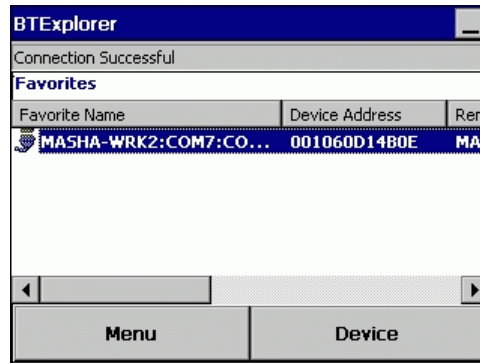

図2-115 New Connection Wizardの [Favorites] 画面
1. [Favorites] 画面 (図2-115) で、[Device] → [Settings] → [Services] を選択します。
BTExplorerを起動して、[Favorites] 画面を表示します (図2-115参照)。
[Favorites] 画面 (図2-115参照) で、[Device] → [Settings] → [Device Info] を選択します。
[Favorites] 画面 (図2-115参照) で、[Device] → [Settings] → [Security] を選択します。
[Favorites] 画面 (図2-115参照) で、[Device] → [Settings] → [Discovery] を選択します。
[Favorites] 画面 (図2-115) で、[Device] → [Settings] → [Virtual COM Port] を選択します。
[Favorites] 画面 (図2-115) で、[Device] → [Settings] → [Profiles] を選択します。